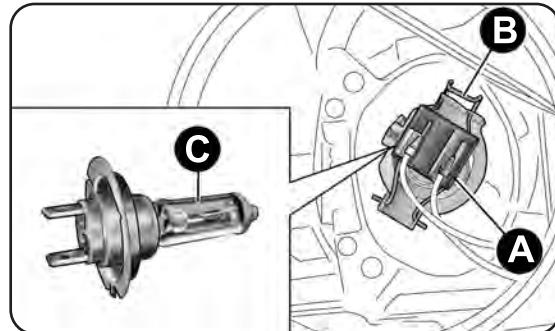

fig. 133
- saque el conector A-fig. 133, empuje la lengüeta B hacia delante y desengáncela empujando hacia el interior del coche;